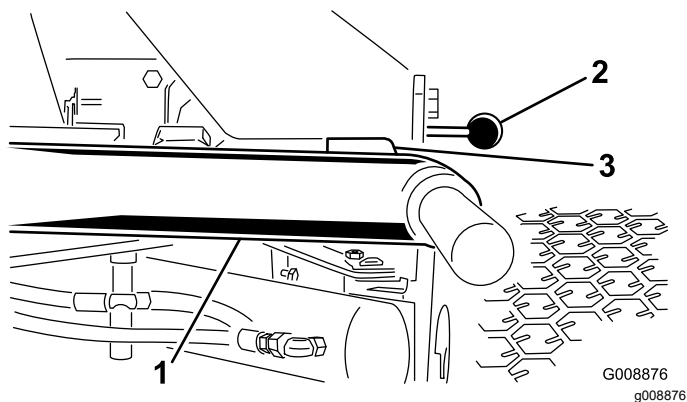

Figure 11
1. Mettez le moteur en marche, relevez les plateaux de coupe et vérifiez qu'un espace de 5 à 8 mm sépare chaque bras de relevage et le support de la plaque de plancher (Figure 11).